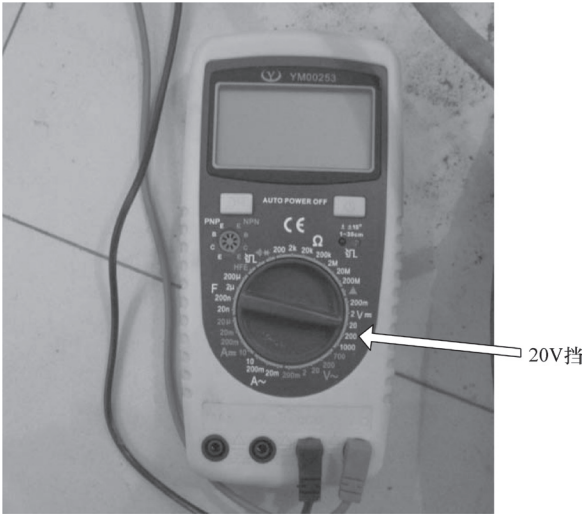

图 7-9 调整万用表挡位
1) 首先用数字式万用表直流电压20V挡（如图7-9所示）测量调速转把信号输出电压可在1~4.2V变化，表明调速转把正常。